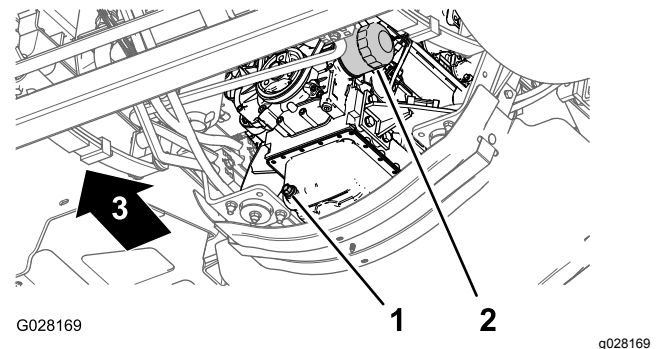

Figura 70
3. Alinhe um recipiente de escoamento debaixo do filtro de óleo do motor (Figura 70).
4. Retire o filtro do óleo antigo (Figura 70).
8. Instale um filtro do óleo no adaptador do filtro, rode o filtro de óleo no sentido horário até que a junta de borracha entre em contacto com o adaptador do filtro; em seguida, aperte o filtro mais 1/2 de volta (Figura 70).
1. Alinhe um recipiente de escoamento com o tampão de escoamento (Figura 70).
2. Retire o tampão de escoamento e deixe o óleo escoar completamente (Figura 70).